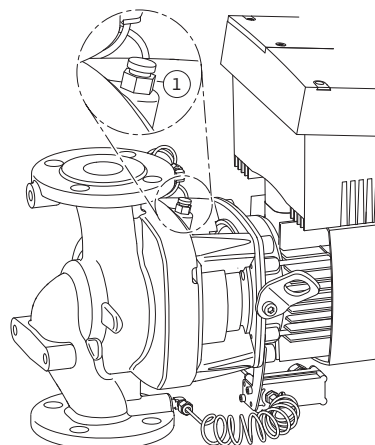

Fig. 51: 공기 배기 밸브
6. 공기 배기 밸브(Fig. 51, 위치 1)를 열어 펌프를 감압시킵니다.